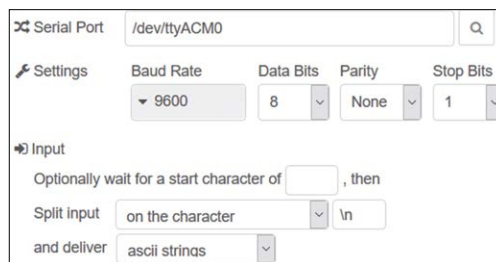

Figure 13.20 Configuration du nœud serial
- Créer un **en série dans** avec la configuration illustrée dans la figure 13.20. Notez que le nom du port série est défini sur **/dev/ttyACM0**, qui est le nom du port USB Raspberry Pi.